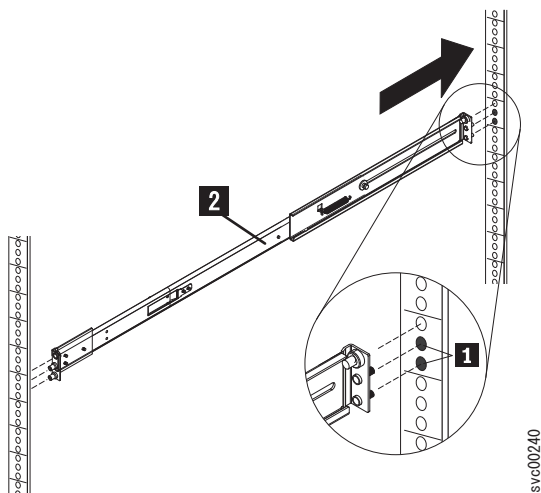

図 57. 右方スライド・レールの背面ラック・マウント・フランジへの挿入
3. 図 57 に示すように、レール・ピン **1** が背面ラック・マウント・フランジを通して突き出るように、右側スライド・レール **2** を伸ばしてフランジに挿入します。